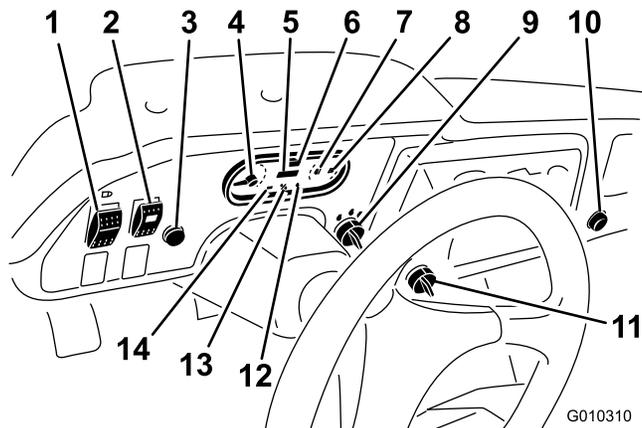
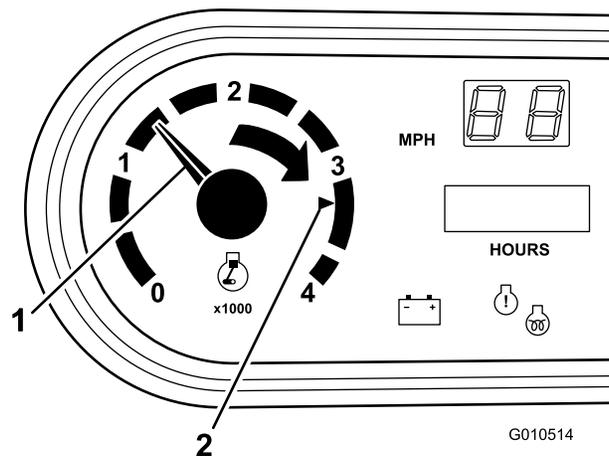

Рисунок 8
Рисунок 9
Используйте выключатель зажигания (Рисунок 8) для запуска и останова двигателя. Он имеет три положения: «ВЫКЛ.» (OFF), «Вкл.» (ON) и «ПУСК» (START). Для включения электродвигателя стартера поверните ключ по часовой стрелке в положение ЗАПУСК. Когда двигатель заведется, отпустите ключ. Ключ автоматически вернется в положение Вкл. Чтобы заглушить двигатель, поверните ключ против часовой стрелки в положение ВЫКЛ.
Счетчик моточасов показывает полную наработку машины в часах. Счетчик моточасов (Рисунок 8) начинает действовать, как только ключ запуска двигателя поворачивается в положение «Вкл.» или при работе двигателя.
Переведите переключатель ограничителя скорости (Рисунок 8) в положение «МЕДЛЕННО» (SLOW) и извлеките ключ. Этот переключатель ограничивает частоту вращения двигателя значением 2200 об/мин, когда машина находится на третьей передаче высокого диапазона, который ограничивает скорость движения значением 21 км/ч.
Нажмите на выключатель освещения (Рисунок 8) для включения или выключения фар.
Предупреждающий индикатор давления масла (Рисунок 8) загорается, если при работающем двигателе давление масла падает ниже безопасного уровня. Если индикатор мигает или горит постоянно, остановите машину, заглушите двигатель и проверьте уровень масла. Если уровень масла низкий, но долив масла не приводит к отключению лампы при повторном запуске двигателя, немедленно заглушите двигатель и обратитесь за помощью к местному дистрибьютору компании Того.
Индикатор запальной свечи (Рисунок 8) загорается красным светом, когда включаются запальные свечи.
Регистрирует температуру охлаждающей жидкости в двигателе. Работает только тогда, когда выключатель зажигания находится в положении «Вкл.» (ON) (Рисунок 8). Если двигатель перегрет, то предупреждающий индикатор горит мигающим красным светом.
Загорается, когда аккумуляторная батарея разряжается. Если этот индикатор горит во время работы двигателя, остановите автомобиль, заглушите двигатель и проверьте возможные причины, например, ремень генератора (Рисунок 8).
Указатель топлива показывает количество топлива в баке. Он работает только тогда, когда выключатель зажигания находится в положении «Вкл.» (ON) (Рисунок 8). Красный цвет указывает на низкий уровень топлива, а мигающий красный указывает, что бак почти пуст.
Чтобы привести в действие гидравлическую систему с большим расходом, поверните выключатель (Рисунок 8).
При нажатии на кнопку звукового сигнала активируется звуковой сигнал (Рисунок 8).
Регистрирует частоту вращения двигателя (Рисунок 8 и Рисунок 9). Белый треугольник показывает частоту вращения вала механизма отбора мощности 540 об/мин (Рисунок 9).
Регистрирует скорость движения автомобиля (Рисунок 8). Спидометр проградуирован в милях в час, но легко перенастраивается на километры в час Переделка спидометра \(страница 60\).
Используйте электрическую розетку (Рисунок 8) для питания дополнительных 12-вольтных электрических устройств.